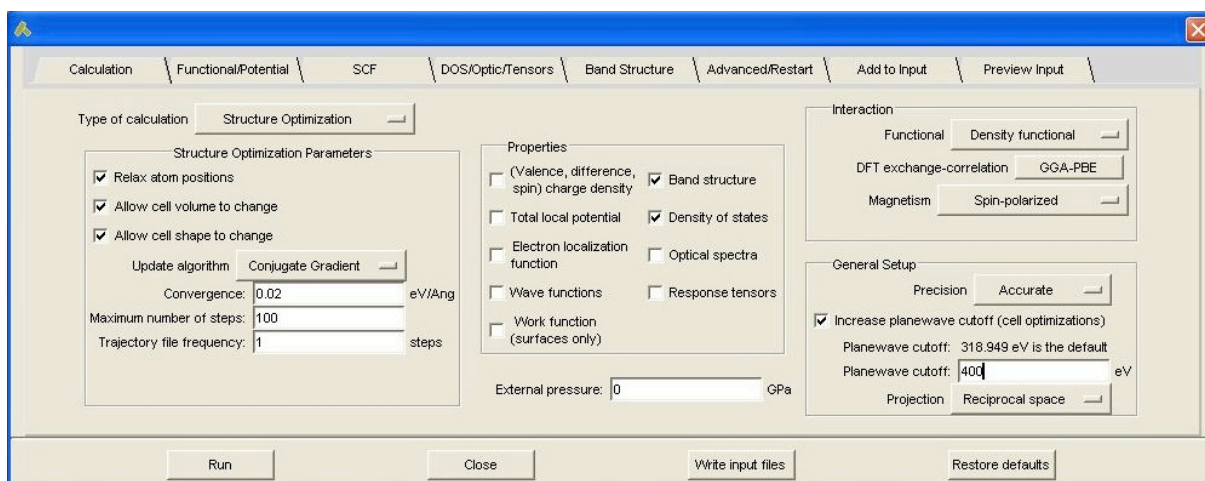
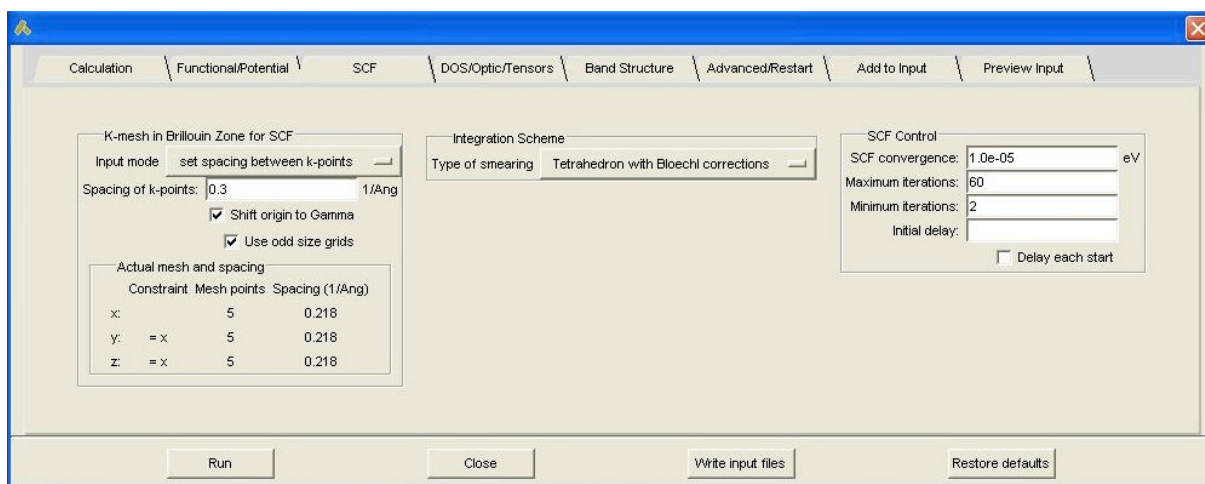

図 2: 計算に必要なパラメータの設定（構造緩和，DOS やバンド構造出力等の設定）．
図 3: 計算に必要なパラメータの設定（k-mesh 等の設定）．
2. 計算設定 MedeA には VASP の計算エンジンがあり，インタフェースが用意されている．図 2，図 3 に示すように，インタフェースから構築したモデルに対して，計算の設定を行うことができる．例えば，構造緩和の指定，DOS やバンド構造の出力，Energy cut-off 等がある．